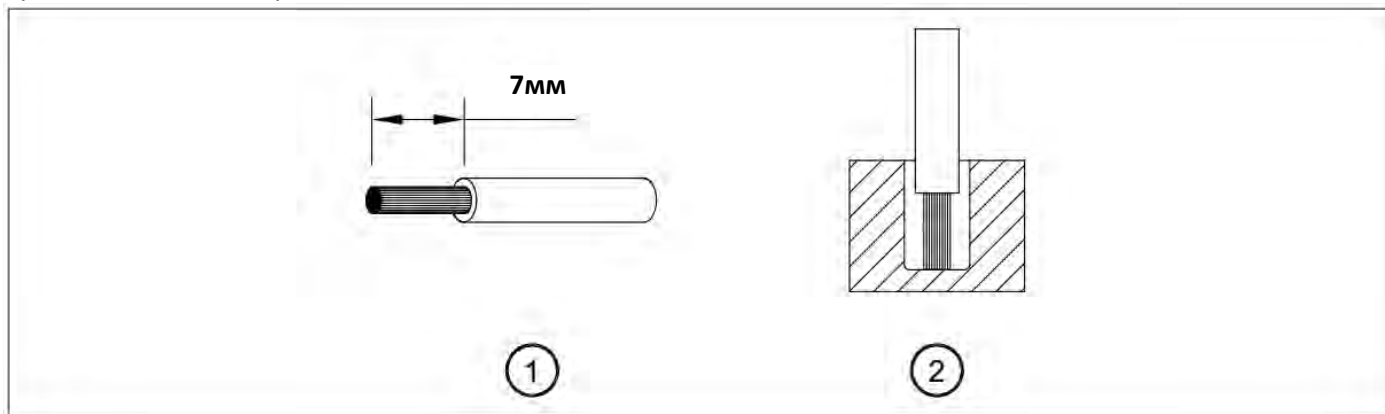

Рис. 5. Рекомендуемая длина зачистки провода.
Для надежного и безопасного подключения импульсного блока питания зачищенная длина силовых, выходных и сигнальных проводников должна быть 7мм, см. рис.5 (1).
Обратите внимание, что зачищенный проводник должен быть полностью вставлен в клемму модуля, как показано на рис.5(2).